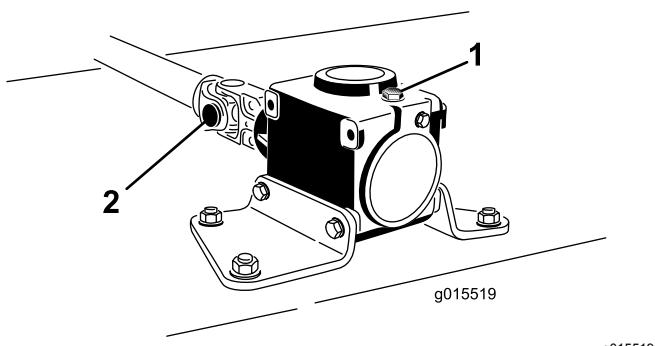

Рисунок 3
- Извлеките цилиндрический штифт из концевой вилки и вала редуктора (Рисунок 3). Сохраните цилиндрический штифт для повторного использования.
- Ослабьте два винта с головкой и контргайками (Рисунок 3).